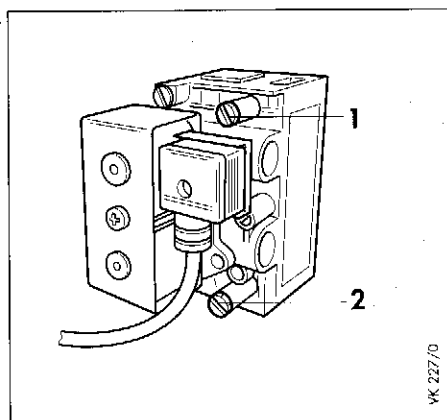

Рис. 8.5 Штуцеры для измерения давления на входе у котлов VK 13E - 25E
Пояснения к рис. 8.5 - 8.6
- Вывинтите резьбовую заглушку на штуцере (1) для измерения давления на входе (см. рис. 8.5 или 8.6) и присоедините манометр с пределом измерений не менее 0,1 мбар.
- Отсоедините U-образный манометр и завинтите до отказа резьбовую заглушку на штуцере (1) для измерения давления газа на входе (см. рис. 8.5 или 8.6).